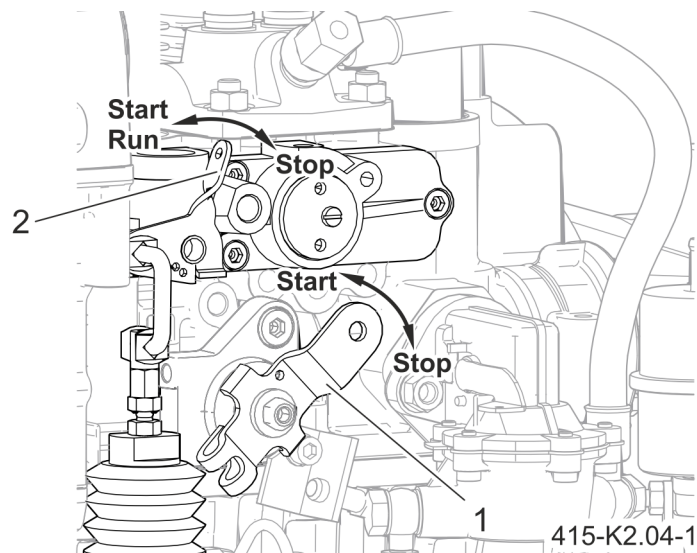

РИСУНОК 6.4 Важіль налаштування швидкості
- Встановити важіль регулювання швидкості (1), як потрібно, у положення 1/2 ПУСК або ПУСК (РИСУНОК 6.4).
- Переконаватися, що важіль зупинки (2) знаходиться в положенні ПУСК.